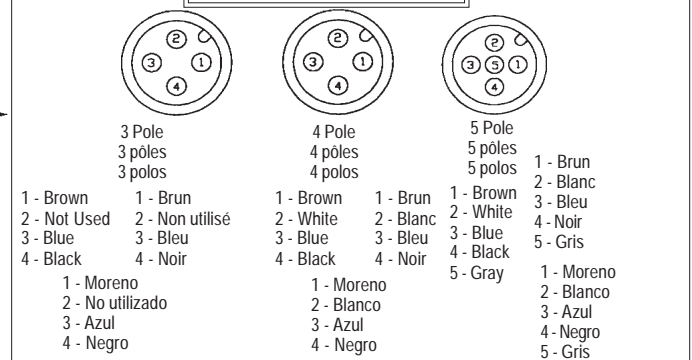

Fig. 2
- Take note from Fig. 2 that a 3 and 4 pole connector are physically intermateable. Do not plug a 3 wire plug into a 4 wire device.
- Remarquer à la figure 2 que les connecteurs de 3 et 4 pôles peuvent être physiquement raccordés. Ne pas brancher une fiche à 3 fils dans un dispositif à 4 fils.
- Observar en la Fig. 2 que los conectores de 3 y 4 polos pueden acoplarse entre sí físicamente. No conectar una clavija de 3 cables en un dispositivo de 4 cables.